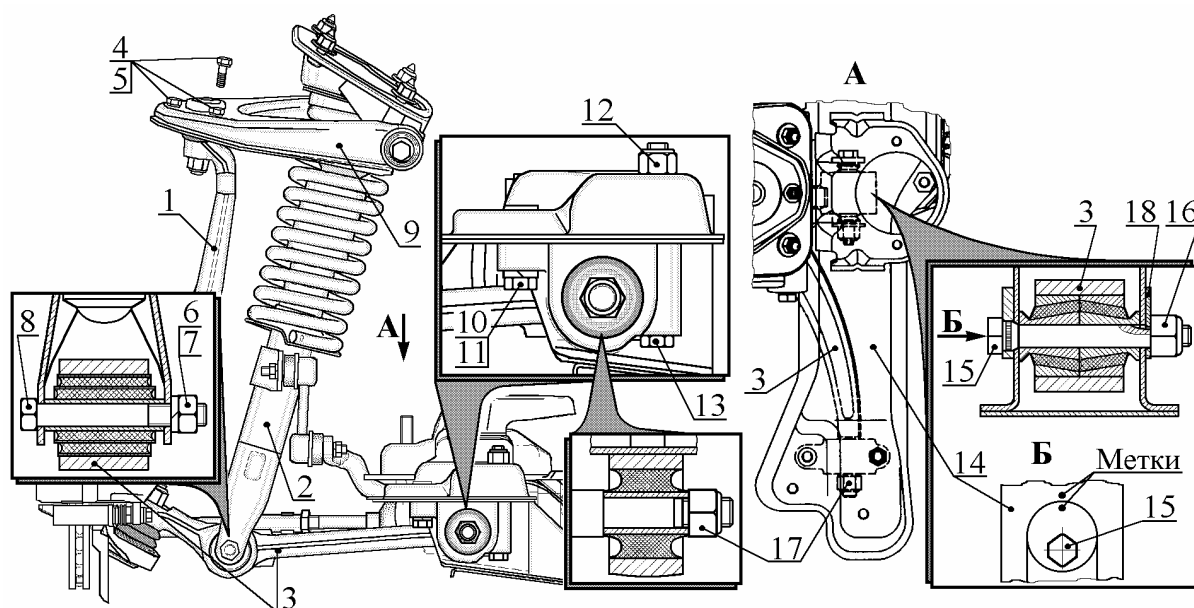

Рис. 5. Снятие поворотной стойки со ступицей, тормозом и нижним рычагом в сборе:
4.9. Снять левую поворотную стойку 1 (рис. 5) со ступицей, тормозом и нижним рычагом 3 в сборе